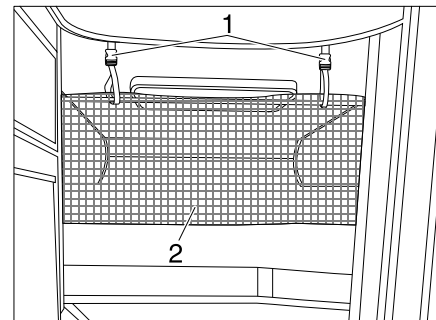

Fig. 170 Filet de sécurité
Le filet de sécurité (Fig. 170,2) de série est rangé entre le matelas et le sommier à lattes. Ne tendre le filet de sécurité qu'une fois que la personne se trouve dans le lit.
- Faire s'enclencher les sangles de retenue (Fig. 170,1) dans les œillets du plafond.